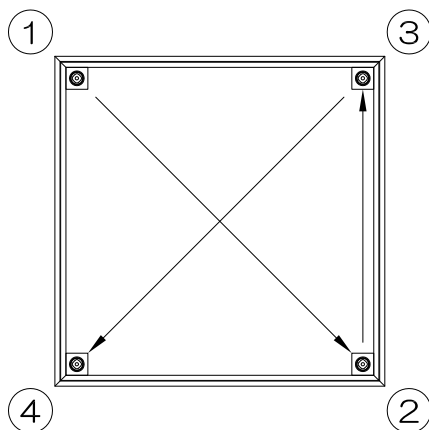

図2
- ・専用鍵ハンドルで4隅のボルトをゆるめて下さい。(図2)
ボルトは、3回程度に分けて①→④の順で均等に緩めて下さい。（図2）
ボルトは3回程度に分けて①→④の順で均等に締め付けて下さい。（図2）